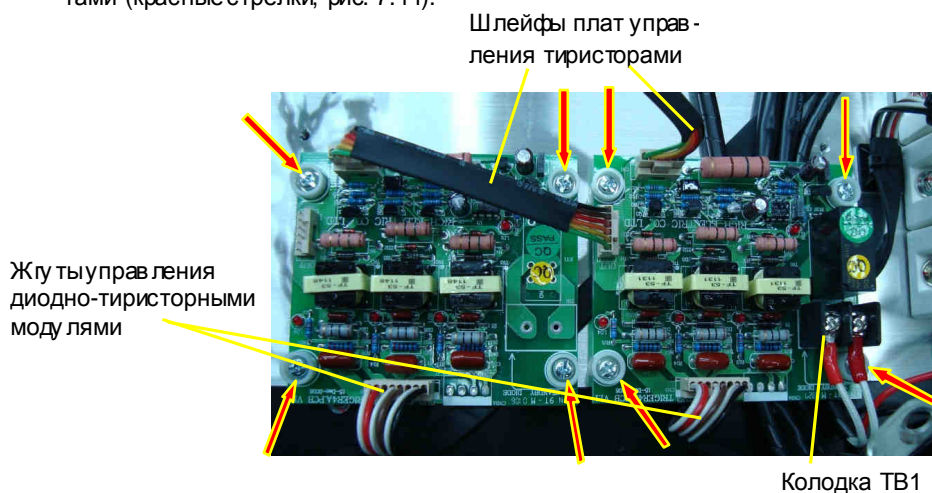

Рис. 7.11.
7.7.1. Установить платы управления тиристорами на их посадочные места и закрепить винтами (красные стрелки, рис. 7.11).
7.7.2. Соединить провода резистора предзаряда с клеммами колодки ТВ1 ведущей платы управления тиристорами (рис. 7.11).
7.7.3. Вставить в разъемы на платах ответные разъемы жгутов управления диодно-тиристорными модулями и шлейфы плат управления тиристорами (2 шт.) (рис. 7.11).